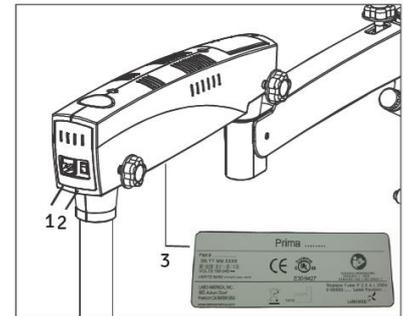

Abb. 41
1. Schließen Sie das Netzkabel an die AC-Eingangsbuchse (1) am die Rückseite des Schwenkarms, wie in Abb. 41 gezeigt. Schalten Sie die Stromversorgung mit dem Ein-/Ausschalter (2) ein.
ACHTUNG: Das Netzteil ist für einen Universaleingang von 100 V - 240 V AC, 50/60 Hz ausgelegt. Zum Anschließen folgen Sie den Anweisungen auf dem elektrischen Etikett an der Unterseite des Arms, wie hier in Abb. 41 gezeigt (3).
Es befindet sich auf der Rückseite des Schwenkarms, siehe Abb. 41. In Position „1“ ist das Mikroskop eingeschaltet und der Kühlventilator startet.